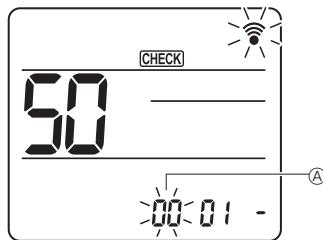

Fig. 6-20
- ② Réglage du numéro d'appareil
Appuyez sur les touches **↓** pour régler le numéro d'appareil ④. (Fig. 6-20)